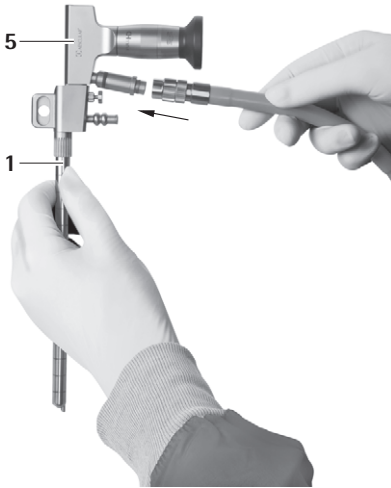

Abb. 3
- ▶ Lichtkabel und Kamera anschließen, siehe Abb. 3–5.